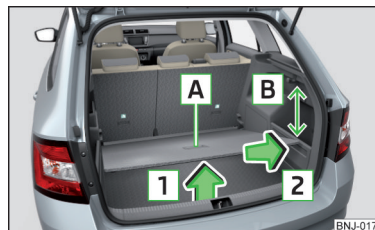

Abb. 99 Variablen Ladeboden herausnehmen
- Den variablen Ladeboden am Griff **A** » Abb. 99 fassen.
- Beim Herausnehmen bzw. Einsetzen des variablen Ladebodens ist der Abstand von 15 cm **B** » Abb. 99 unterhalb der Kante der aufrollbaren Abdeckung einzuhalten - es besteht die Beschädigungsgefahr der Gepäckraumklappenabdichtung.